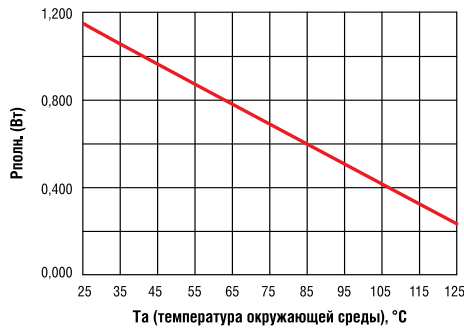

Рис. 5. Зависимость допустимой полной рассеиваемой мощности NUD4001 от температуры
8. Сравнение рассчитанной полной мощности с максимально допустимой, приведенной на рис. 5. Полученная в результате расчета мощность 0,335 Вт (при  $25^\circ\text{C}$ ) не превышает максимально допустимую. Если при определенной температуре рассеиваемая мощность превышает допустимую, то необходимо уменьшать выходной ток драйвера или включать микросхему параллельно. В некоторых случаях изменение количества последовательно включенных светодиодов позволяет достичь меньшего падения напряжения  $V_{\text{drop}}$  на микросхеме NUD4001. Изменение напряжения питания также позволяет снизить падение напряжения на выходном ключе светодиодного драйвера NUD4001, уменьшив при этом рассеиваемую мощность на микросхеме.